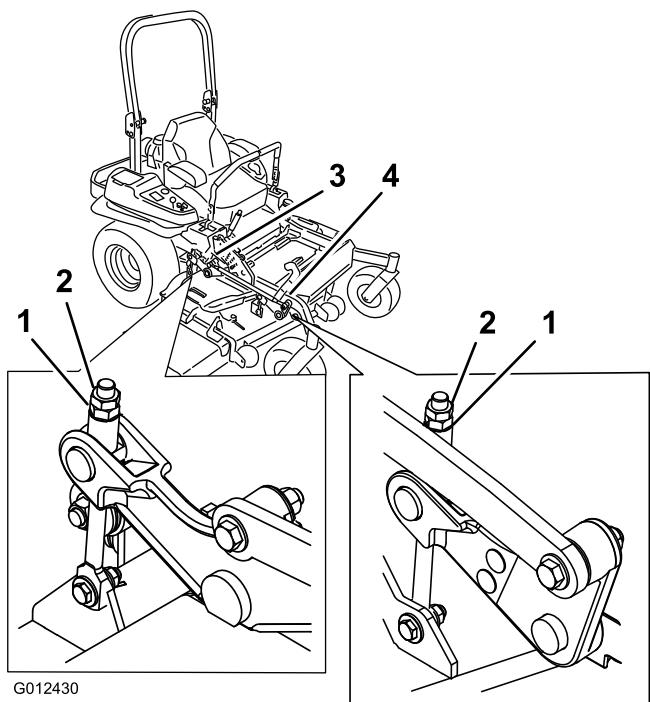

Figure 91
10. Ajustez précisément le serrage de l'écrou de réglage sur l'ensemble de relevage du tablier avant (Figure 91).
16. Ajustez précisément le serrage de l'écrou de réglage sur l'ensemble de relevage du tablier avant (Figure 91). Tournez l'écrou de réglage dans le sens horaire pour augmenter la hauteur et dans le sens antihoraire pour la diminuer.